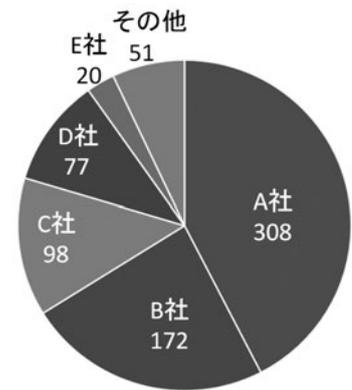

図5 機器メーカー別設置台数
### 【活用事例その①：機器メーカー別の設置台数（図5）】